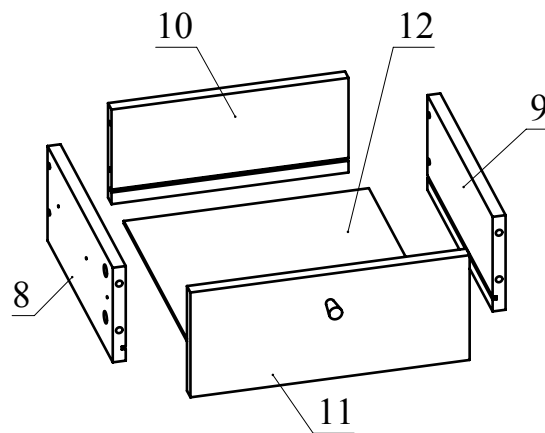

Рис.7
7. Соберите ящик. Соедините детали 8, 9 с деталью 10 с помощью конфирматов. Затем вставьте дно ящика 12 из ДВП в пазы деталей 8, 9, 10. Установите фасад ящика 11 на детали 8, 9 и зафиксируйте, повернув конфирматным ключом головки минификсов по часовой стрелке до упора (Рис. 7). Закрепите ручку на фасад ящика при помощи шурупа 4x30.